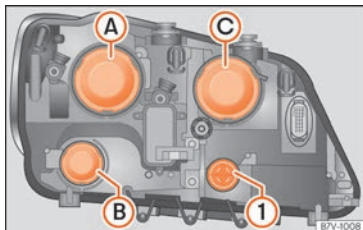

Abb. 62 Im Motorraum: Verkleidungen im linken Scheinwerfer.
- Lampenhalter »» **Abb. 62** **1** bis zum Anschlag nach links drehen und mit der Glühlampe nach hinten herausziehen.